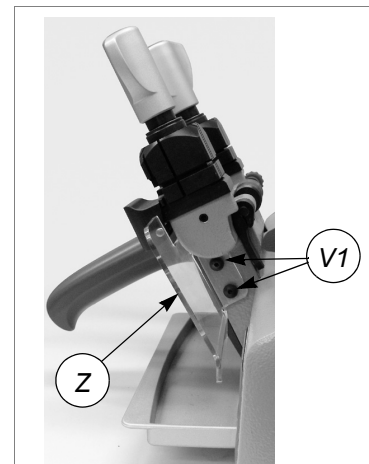

Fig. 28
- 2) Schroef de 2 schroeven (V1) en verwijder de scherm (Z) (fig.28).